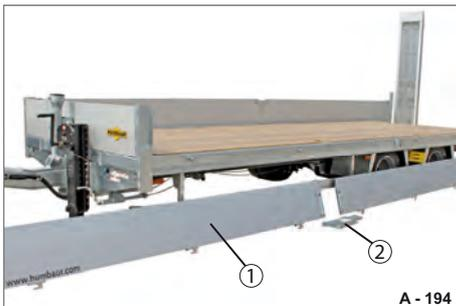

Abb. 135 Bordwände sicher ablegen
- Sicherstellen, dass die abgebauten Bordwände (Abb. 135/1) und Mittelrunge (Abb. 135/2) sicher vor Beschädigungen abgelegt sind.